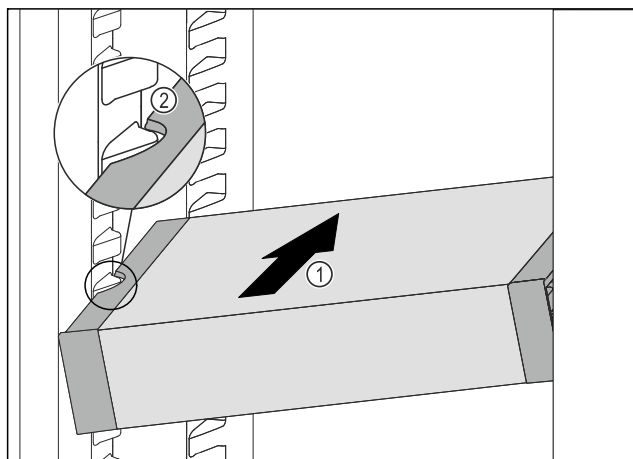

Fig. 102
- ▶ Împingeți VarioSafe oblic în frigider Fig. 102 (1), până când degajările laterale Fig. 102 (2) ale VarioSafese află la înălțimea nervurii recipientului din frigider.